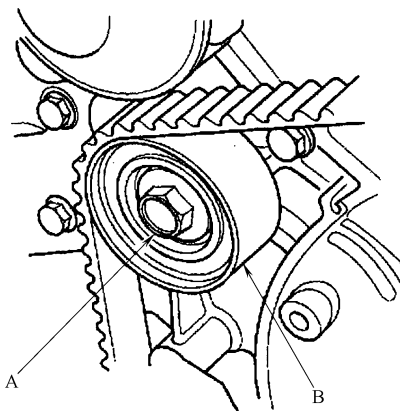

图 23-10 拆卸惰轮螺栓 A 和惰轮 B
16) 按照图 23-10 所示, 拆卸惰轮螺栓 A 和惰轮 B, 然后拆下正时带。惰轮螺栓是一次性使用的, 因此拆下惰轮螺栓后即可废弃不用。